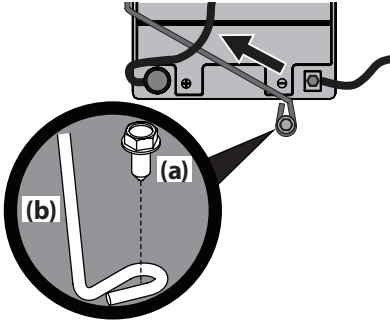

Figura 16
NOTA: El mazo de cables debería colocarse sobre la parte superior de la barra de sujeción de batería. De no ser así, el mazo de cables podría resultar dañado. Consulte la Figura 16 en la página 44.
3. Extraiga el tornillo de arandela hexagonal (a) que sujeta la barra de sujeción de la batería al bastidor (b). Luego levante la barra de sujeción de la batería (b) para liberar la batería. Consulte la Figura 16.